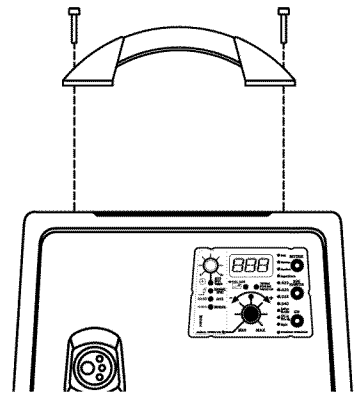

Figura 3. Instalación del asa
3. Ajuste firmemente los cuatro tornillos con un destornillador de punta plana. (Ver Figura 3)